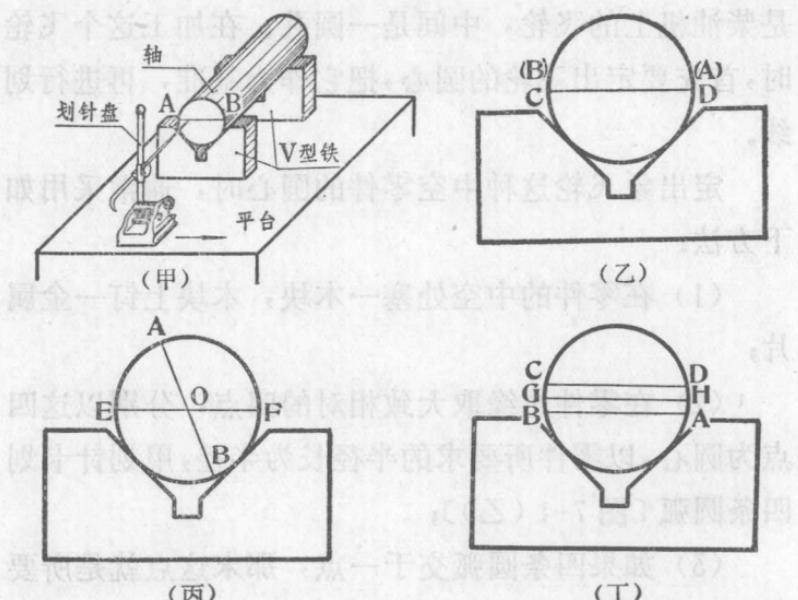

图 7-2
轴是机器上常见的主要零件之一，在加工时有时需要定出它的两端的圆心，其划线方法如下〔图 7-2〕：
(1) 把轴搁在 V 形铁(中间是等腰直角三角形的铁块——工厂里也称元宝铁)上，把划针盘的针尖调整到大约中间的地方，在端面上划直线 AB〔图 7-2(甲)〕；
(2) 把轴转动 180°，再用同样高度的划针划直线
(3) 如  $CD$  与  $BA$  重合 [图 7-2(乙)], 只要将轴再转动任意一个角度, 并用同样高度的划针, 划直线  $EF$  [图 7-2(丙)],  $EF$  与  $AB$  的交点  $O$  就是所要定的圆心;
(4) 如  $CD$  与  $BA$  不重合 [图 7-2(丁)], 把划针调整到  $BA$  与  $CD$  的中间划直线  $GH$ , 使它到  $BA$  和  $CD$  的距离相等, 再按照图 7-2(乙)、(丙)的方法继续划线, 就可以定出圆心的位置.
为什么这样得出的交点就是圆心呢? 事实上, 当  $AB$ 、 $CD$  是圆的直径时, 它们才能重合 [图 7-2(乙)], 因此用同样高度的划针划出的  $EF$  [图 7-2(丙)]也是